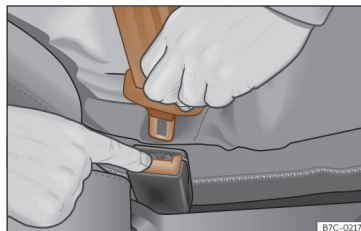

Fig. 21 Soltar a lingueta do fecho do cinto.
- Pressione o botão vermelho do fecho >>> **Fig. 21.** A lingueta saltará do fecho.